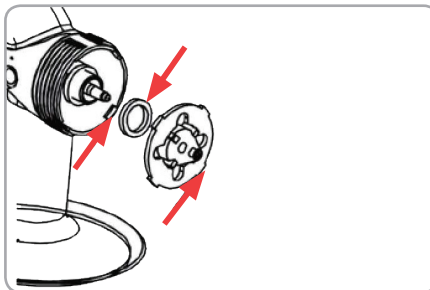

Fig.4
- Așezați îmbinarea duzei cu fanta din fața duzei (Fig. 4).